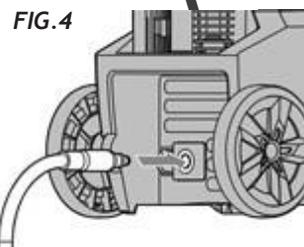

FIG. 4
4. Conecte um extremo da mangueira de alta pressão (18) na pega da pistola (12) e encaixe-o na sua posição (Fig.3). Conecte o outro extremo à lavadora e encaixe-o na sua posição (fig. 4). Para retirar a mangueira de alta pressão de qualquer dos extremos, aperte o comutador verde que há em cada conector e puxe até que se solte.